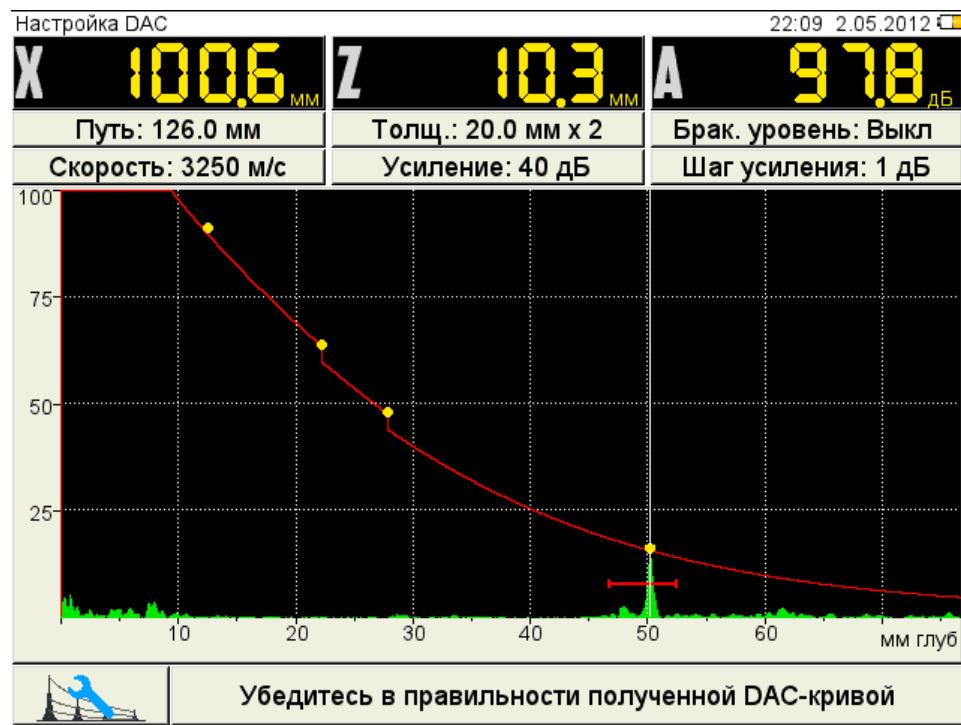

Рисунок 29
- нажать для построения кривой (рисунок 29).